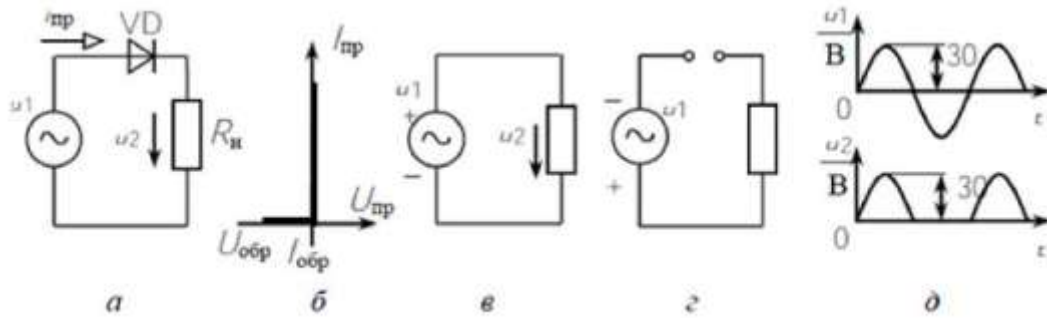
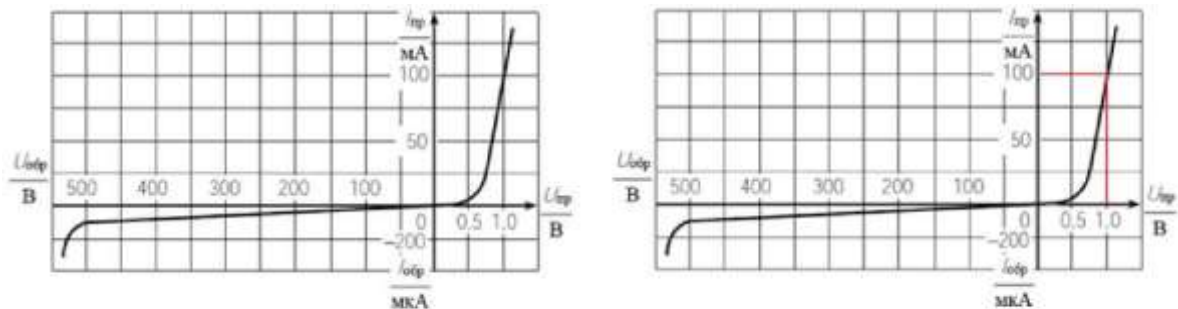

Рис.1
Рис.2
- Определить значение и форму выходного напряжения U_2 в цепи (рис. 1, а), полагая, что диод представляет собой идеальный вентиль. Напряжение на входе $u_1 = 30 \sin \omega t$ В. Решение. Вольт-амперная характеристика идеального вентиля приведена на рис. 1, б. При прямом включении сопротивление диода равно нулю, а при обратном - бесконечности. Эквивалентные схемы цепи для положительной и отрицательной полуволн входного напряжения изображены на рис. 1, в, г. При положительном значении напряжения u_1 выходное напряжение $u_2 = u_1$; при отрицательном значении напряжения u_1 ток диода равен нулю, а, следовательно, ток и напряжение на резисторе сопротивлением R_n равны нулю, $u_2 = 0$. Диаграммы $u_1(t)$ и $u_2(t)$ показаны на рис. 1, д. У реального диода прямое сопротивление не равно нулю и имеется падение напряжения на диоде (0,5...1,5 В). Оно мало, поэтому им можно
- 1.2 Кремниевый диод Д210 работает в цепи (рис. 1, а) при прямом токе $I_{пр} = 100$ мА. Вольт-амперная характеристика диода приведена на рис.2. Определить прямое сопротивление диода и выходное напряжение $U_{2\text{ ср}}$, если на входе цепи $u_1 = 4 \sin \omega t$ В.
2.1 Определить статическое сопротивление полупроводникового диода Д210 при включении его в прямом и обратном направлениях, если к диоду приложено прямое напряжение $U_{пр} = 0,8$ В и обратное $U_{обр} = 500$ В. Вольт-амперная характеристика диода приведена на рис.2.